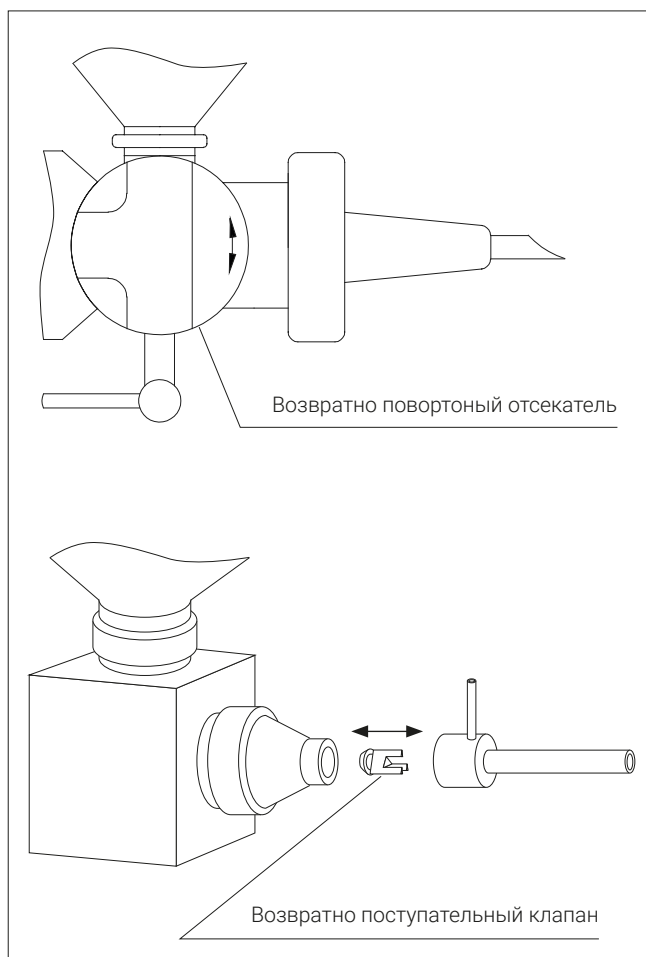

Рис. 1
- Поворотный отсекатель по сравнению с возвратно-поступательным клапаном у аналогичных моделей быстро и герметично перекрывает канал поступления различных масс, позволяет оборудованию работать даже с высокотекучими жидкостями (вода, компот, сок и т.п.), снижает вероятность образования «капель начинки» на игле или другой насадке при работе, исключая возможность ее попадания на внешнюю поверхность заготовки, что повышает общее качество и привлекательность внешнего вида выпускаемой продукции (рис. 1). Регулируя скорость его срабатывания, можно добиться даже небольшого всасывания массы обратно с конца иглы, тем самым полностью исключив попадание начинки на изделие при очередном прокалывании, что повышает его качество.